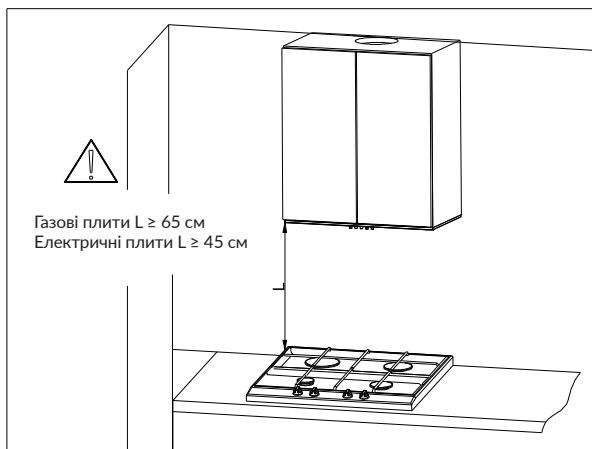

Рис. 3. Рекомендована відстань від плити
**1) Режим відведення:** випаровування видаляються з приміщення крізь трубу виведення (труба виведення не входить в комплект постачання, її необхідно придбати окремо, дивись **Рис. 3**).
**Режим рециркуляції:** випаровування проходять крізь вугільний фільтр, очищаються від жирів та запахів й очищене повітря повертається до приміщення крізь решітку у верхній частині корпусу повітропроводу (**Рис. 3**). Щоб перевести витяжку у режим рециркуляції, встановіть вугільний фільтр (див. п. **ВУГІЛЬНИЙ ФІЛЬТР**). Вугільний фільтр не включено до комплекту постачання приладу та необхідно придбати окремо.
- Перевірте, чи співпадають розміри пристрою (**Рис. 3**) з розмірами запланованого місця для вбудовування, ніші у шафі тощо.